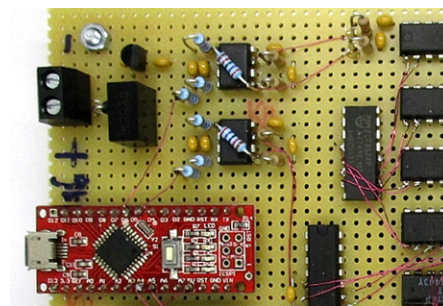

Figure 2. Montage sur une plaque d'essai.
ble des composants et de leurs commandes, ainsi que des connecteurs pour l'alimentation et les signaux. Le tout constitue un prototype utile (**figure 2**). Un client peut même l'utiliser pour effectuer des tests initiaux et suggérer des modifications faciles à tester. Une fois le circuit finalisé, portez votre attention sur le circuit imprimé (CI). À ce stade, vous avez probablement utilisé des composants traditionnels, mais le CI final fera certainement appel à des composants montés en surface. La compatibilité électromagnétique du circuit sur la plaque d'expérimentation n'a peut-être pas été améliorée, car il n'y a pas de plan de masse, mais nous savons maintenant ce qui reste à corriger.